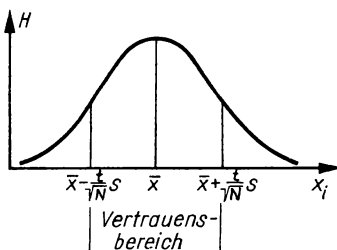

Bild 2
Wenn wir die gleiche physikalische Größe unter gleichen Bedingungen mehrfach messen und die Häufigkeit H übereinstimmender Meßwerte über dem Meßwert x_i auftragen, erhalten wir bei ausreichend hoher Zahl der Messungen eine Verteilung der Meßwerte nach Bild 2. Die Häufigkeit von Meßwerten in der Nähe des durch (7) definierten Mittelwertes \bar{x} ist sehr groß, dagegen weichen nur wenige Meßwerte wesentlich von \bar{x} ab. (Grobe Meßfehler sind dabei nicht berücksichtigt!)
Der Vertrauensbereich des Mittelwertes (Bild 2) ist